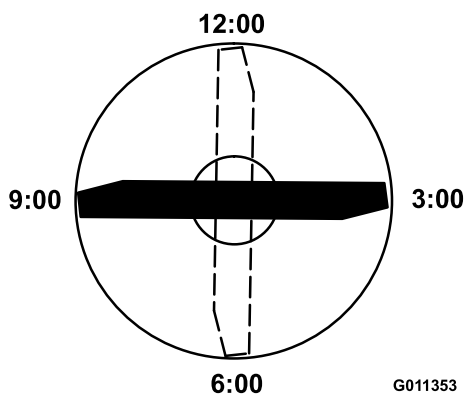

Figura 88
4. Orientate il tagliante dell'estremità marcata della lama sulle ore 12 (esattamente in avanti, nel senso di falciatura) (Figura 88) e misurate l'altezza tra il banco e il tagliante della lama.
5. Ruotate l'estremità marcata della lama sulle ore 3 e sulle ore 9 (Figura 88) e misurate le rispettive altezze.